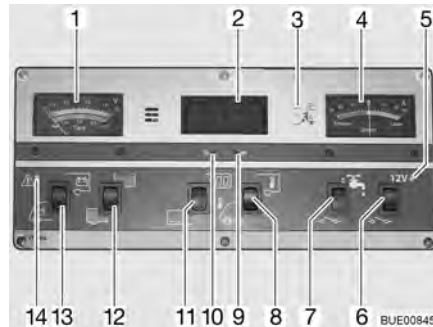

Fig. 134 Pannello di controllo IT 994
Per l'indicatore volt/serbatoio (Fig. 134,1) leggere la scala superiore. L'indicatore si illumina automaticamente appena viene premuto un interruttore.
- Premere l'interruttore a bilico (Fig. 134,13) in basso: Viene indicata la tensione della batteria di avviamento.
- Premere l'interruttore a bilico (Fig. 134,13) in alto: Viene indicata la tensione della batteria dell'abitacolo.
Per l'indicatore volt/serbatoio (Fig. 134,1) leggere la scala inferiore. L'indicatore si illumina automaticamente appena viene premuto un interruttore.
- Premere l'interruttore a bilico (Fig. 134,12) in alto: Viene indicato il livello del serbatoio dell'acqua.
- Premere l'interruttore a bilico (Fig. 134,12) in basso: Viene indicato il livello del serbatoio delle acque grigie.
La spia luminosa rossa ALARM (Fig. 134,14) inizia a lampeggiare non appena la tensione della batteria dell'abitacolo scende al di sotto di 11 V (misurazione durante il normale esercizio) con conseguente rischio che la batteria si scarichi troppo.
- Premere l'interruttore a bilico (Fig. 134,11) in alto: L'indicatore dell'orologio digitale si accende. L'indicatore per la temperatura è pronto al funzionamento.
- Premere l'interruttore a bilico (Fig. 134,11) in basso: L'indicatore dell'orologio digitale e l'indicatore di temperatura sono spenti.
- Premere con un oggetto sottile, p. es. con la punta di una matita, nell'apertura per l'indicazione delle ore (Fig. 134,10) finché non viene visualizzato il numero dell'ora desiderata.
- Premere con un oggetto sottile, p. es. con la punta di una matita, nell'apertura per l'indicazione dei minuti (Fig. 134,9) finché non viene visualizzato il numero dei minuti desiderato.
- Premere l'interruttore a bilico (Fig. 134,8) in alto: Viene indicata la temperatura interna.
- Premere l'interruttore a bilico (Fig. 134,8) in basso: Viene indicata la temperatura esterna.
Sullo strumento indicatore di corrente (Fig. 134,4) appare in permanenza la corrente attualmente erogata dalla batteria. L'indicatore si illumina automaticamente appena viene premuto un interruttore.
L'interruttore principale a 12 V (Fig. 134,6) inserisce o disinserisce il pannello di controllo e l'alimentazione a 12 V dell'abitacolo.
- Premere l'interruttore a bilico (Fig. 134,6) in alto: L'alimentazione a 12 V dell'abitacolo è inserita. La spia di controllo (Fig. 134,5) diventa verde.
- Premere l'interruttore a bilico (Fig. 134,6) in basso: L'alimentazione a 12 V dell'abitacolo è disinserita. La spia di controllo (Fig. 134,5) si spegne.
La spia di controllo a 12 V (Fig. 134,5) si accende non appena l'interruttore principale a 12 V (Fig. 134,6) viene inserito.
La spia gialla di controllo a 230 V (Fig. 134,3) si accende quando all'ingresso della centralina elettrica è presente una tensione di rete.
- Accensione:* ■ Premere l'interruttore a bilico (Fig. 134,7) in alto: L'alimentazione idrica è accesa.
- Spegnimento:* ■ Premere l'interruttore a bilico (Fig. 134,7) in basso: L'alimentazione idrica è spenta.